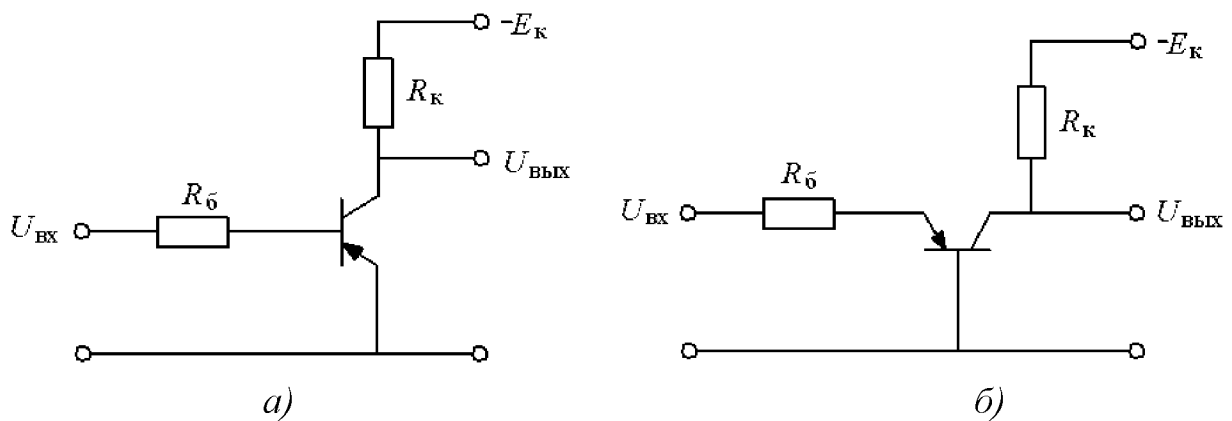

Рис. 2.15. Схемы включения транзистора:
Полупроводниковые приборы с двумя *p-n*-переходами называются *транзисторами*. Чаще всего используются биполярные транзисторы, включаемые по схеме с общим эмиттером (рис. 2.15, *a*) или с общей базой (рис. 2.15, *б*). Зависимости коллекторного тока от управляющего тока базы или эмиттера в этих схемах определяются по выражениям:
2.5.32. В схеме транзисторного ключа (рис. 2.15, а) выбран транзистор с коэффициентом усиления  $\beta_T = 100$ , причем  $E_k = 10$  В;  $R_k = 1$  кОм, на вход для срабатывания реле подается импульсное напряжение амплитудой 1В. Определить коэффициент управления  $K_y$  мощностью транзисторного ключа.